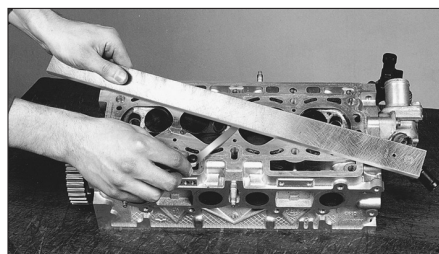

Fig. 54
- À l'aide d'une règle de planéité et d'un jeu de cale d'épaisseur contrôler la planéité du plan de joint de la culasse (Fig.54).